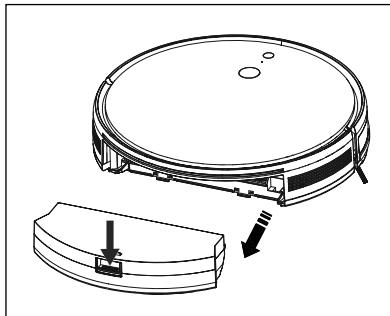

Abb. 7
- 1) Drücken Sie die Entriegelungstaste **15** des Staubbehälters **16** und ziehen Sie ihn aus dem Gerät (siehe Abb. 7).